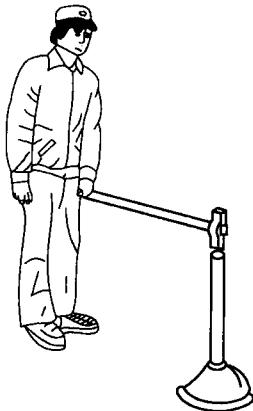

图 2-3 训练者站立位置
1) 训练者面对锤桩站立, 位置与锤桩间的距离和锤柄长度相等, 如图 2-3 所示。